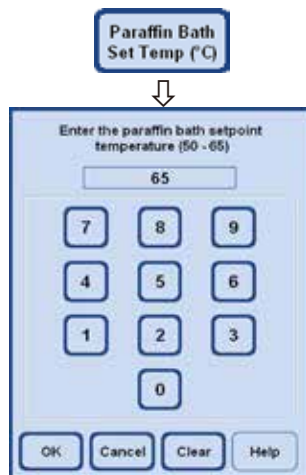

Fig. 90
- Apăsăți **PARAFFIN BATH SET TEMP.** (TEMPERATURĂ SETATĂ PENTRU BAIA DE PARAFINĂ), pentru a deschide fereastra de introducere (Fig. 90) pentru temperatura băii de parafină.